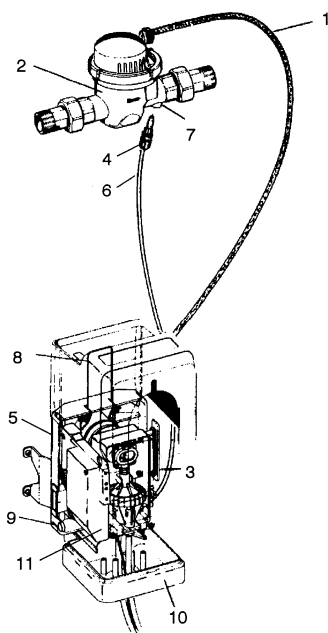

Abb. E-2: Anschluss Impulsgeber EGS 30
Überschüssige Kabellänge kann in das Gehäuse gezogen und auf den Kabelspeicher (3) aufgerollt werden. Dazu öffnet man die Haube (8) mittels den beiden seitlichen Tasten 9, (siehe Abb. E-2).
Austausch der Elektronik (siehe Abb. E-2 Pos. 11).
- Impfventil austauschen (Abb. E-2 Pos. 4).
- Impfventil Abb. E-2 Pos. 4
- Deckel vom Pumpenkörper entfernen (Abb. E-2).